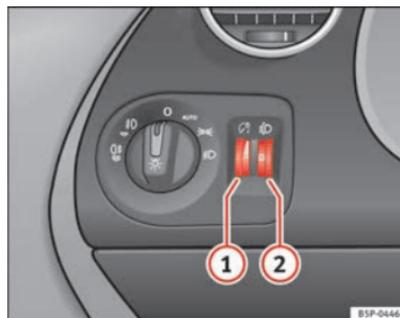

Fig. 73 Tableau de bord : régulateurs d'éclairage des cadrans et commandes et site des projecteurs
Lorsque l'éclairage est mis, la luminosité du rhéostat d'éclairage des cadrans et des commandes peut toujours être réglée en tournant la molette ⇒ fig. 73 ①.